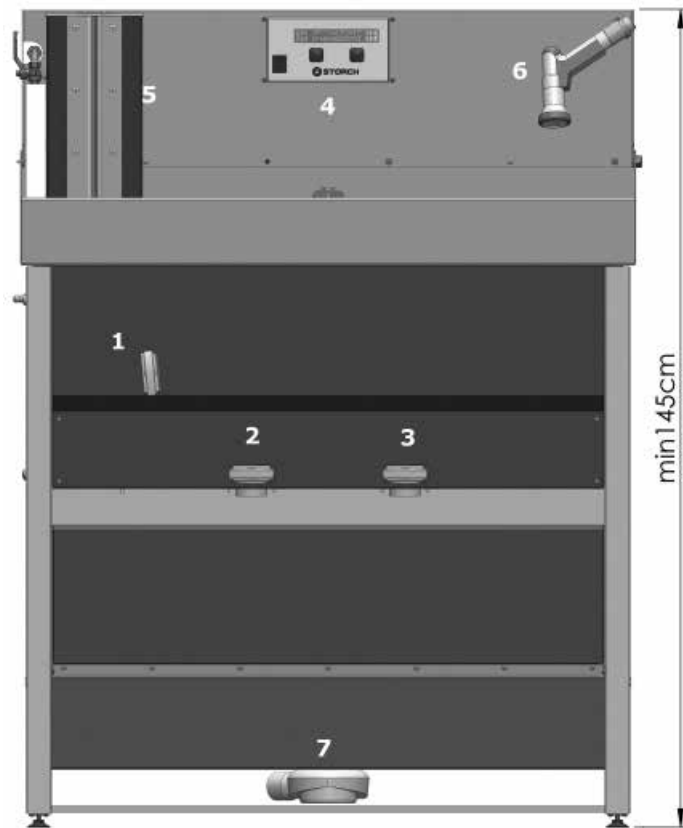

Abb. 1
Nach der Gerätepositionierung wird der mitgelieferte Abfluss (7) Abb. 1, 2 an die bauseitig vorhandene Abflussleitung angeschlossen. Höhe des bauseitigen Abflusses max. 100 mm
- Reinigen der Werkzeuge / Gebinde mit der mitgelieferten Handbrause (6) Abb. 1
- Reinigen der Walzen im TurboWash (Lieferumfang im ColorFree TOP Set) (5) Abb. 1, 2, 5, 6
- Schalten Sie die Anlage am Ein/Aus-Schalter der Steuerung ein (4) Abb. 1
Dieses kann bei zu niedrigem Wasserstand im Reaktionsbecken vorkommen. Dabei wird während des Flockverfahrens Luft untergemischt, die für den Auftrieb der Flocken sorgen. In dieser Situation öffnen Sie nach dem Ausflocken nicht den Klarwasserabzug (1) Abb.1, sondern bestätigen lediglich den Vorgang „Wasser abgelaufen“ und öffnen direkt den Ablauf (2) Abb.1 oder (3) Abb.1, je nachdem welcher von der Steuerung angezeigt wird.